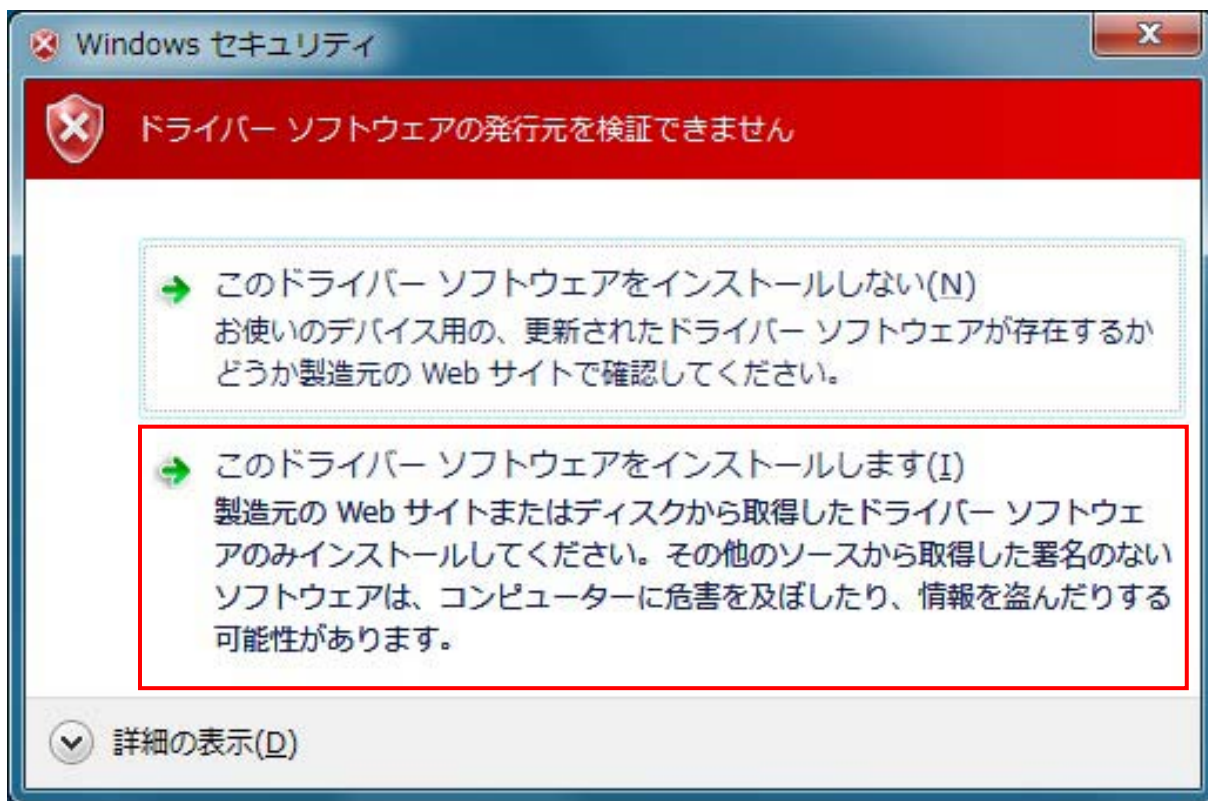

図 3.1.2. セキュリティ警告 (Windows 7) 画面
- ①「プリンタの選択」でインストールするプリンタを選択し、④「プリンタの名称」にプリンタ名称を入力してください。③「次へ」をクリックするとインストール処理を開始します。
- ③「次へ」をクリックすると、Windows 7では「図 3.1.2. セキュリティ警告 (Windows 7) 画面」が表示されますので、「このドライバーソフトウェアをインストールします (I)」を選択してください。(Windows XP/Server2003/Vista/Server2008 ではメッセージ内容が異なります。インストール継続を選択してください。)